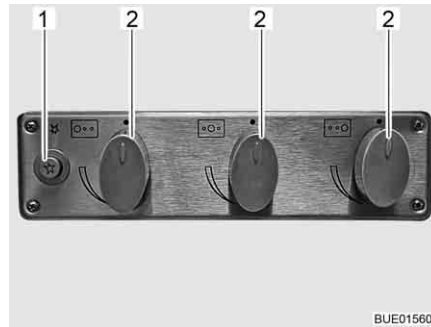

Fig. 162 Elementi di comando del fornello a gas
- Ruotare il pomello girevole (Fig. 162,2) dell'impianto a fiamma libera desiderato in posizione accesa (fiamma alta).
- Premere il pulsante a pressione (Fig. 162,1). Il dispositivo di accensione produce delle scintille. Si sente un clic.